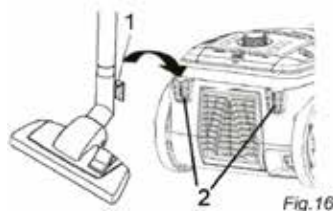

Fig. 16
- Vid förvaring eller när du tar en paus i arbetet kan du haka fast kroken för parkering/förvaring (bild 16/1) i parkeringshållaren (bild 16/2).